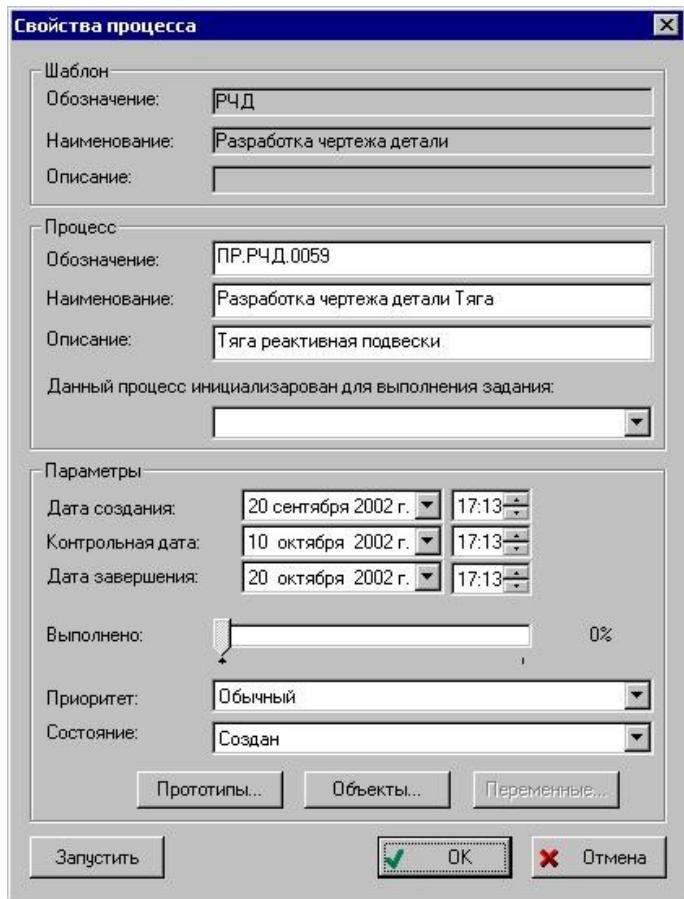
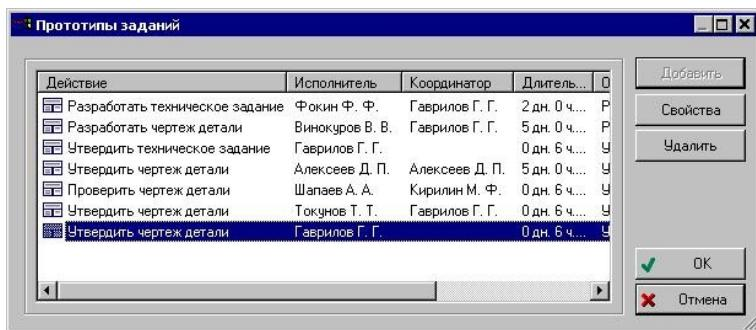

Рисунок 22. Свойства процесса
Рисунок 26. Список прототипов заданий процесса
После этого появится диалоговое окно (Рисунок 22), в котором необходимо задать свойства создаваемого процесса. Также желательно создать прототипы заданий (пункт 5.3.4), которые уточняют параметры выполнения задания:
– Кнопка «Свойства» - выводит диалоговое окно (Рисунок 22) редактирования параметров созданного процесса.
Для редактирования параметров прототипов заданий необходимо нажать на кнопку «Прототипы...» в диалоговом окне «Создание нового процесса» (Рисунок 22). В появившемся диалоговом окне задать необходимые параметры (Рисунок 26):
Для добавления рабочих объектов в процесс в диалоговом окне «Создание нового процесса» (Рисунок 22) необходимо нажать на кнопку «Объекты...». После этого появится диалоговое окно списка рабочих объектов:
Для просмотра свойств процесса контекстном меню выбрать пункт «Свойства...» или нажать на кнопку панели инструментов. После этого появится диалоговое окно свойств процесса (Рисунок 22).